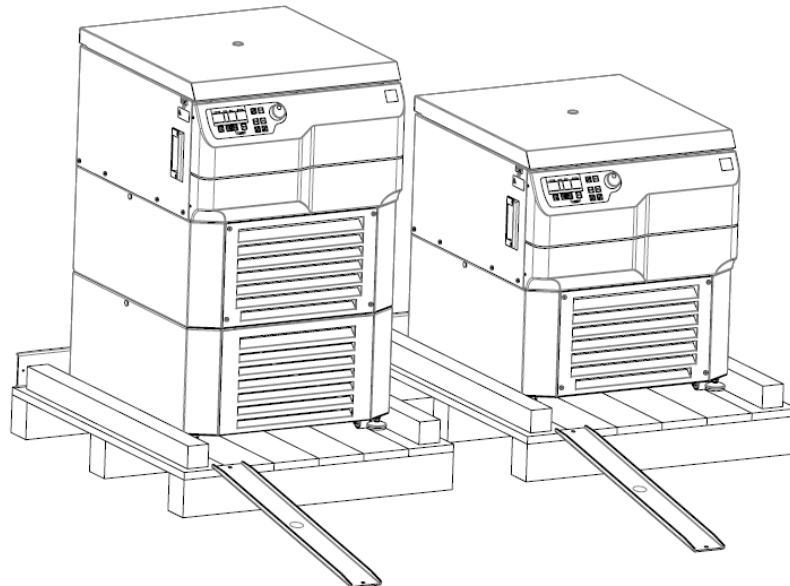

Figure 2
- Retirez les barres métalliques fixées à la palette et fixez-les au bord avant de la palette afin qu'elles puissent servir de rampe (voir figure 2). Utilisez les mêmes vis et veillez à ce qu'elles soient bien fixées.
(voir également la figure 2).